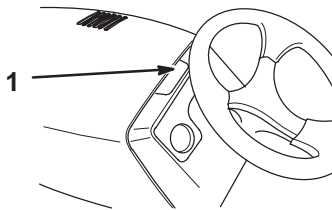

Figure 2
2. Poussez le verrou du capot vers la gauche (Fig. 2).